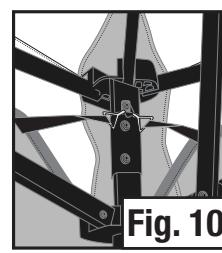

Fig. 9
- Fixez le haut du moustiquaire à l'armature à l'aide des crochets et des boucles fournies. (Fig. 9 & 10)